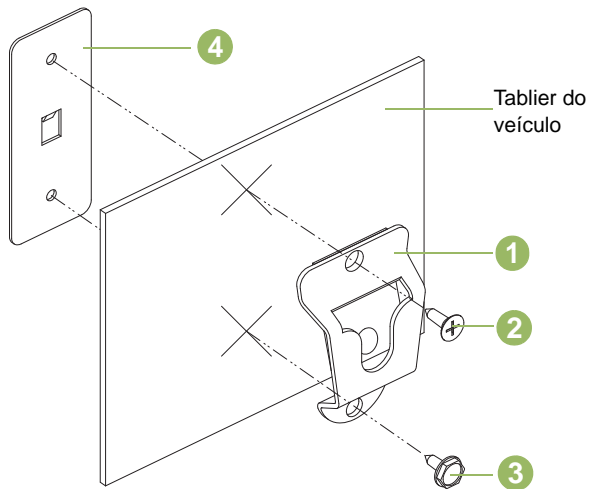

Figura 4.2: Instalar o suporte de montagem
Consulte a Figura 4.2 abaixo e fixe o clip de suspensão (1) no veículo com dois parafusos de chapa e com a placa de apoio fornecidos. Coloque a placa de apoio (4) por trás do tablier. Utilize o parafuso de cabeça chata (2) no orifício de montagem superior e o parafuso sextavado (3) no orifício de montagem inferior. Certifique-se de que os parafusos de montagem estão apertados nos orifícios da placa de apoio.